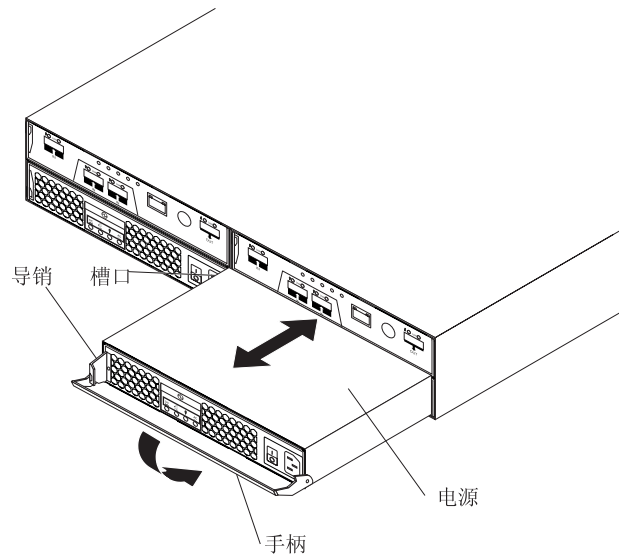

图 64. 更换电源设备
要更换电源设备，请完成以下步骤。第 90 页的图 64 显示了如何卸下和插入部件。
11. 从机架中缓缓拉出手柄，将电源设备从机架中卸下，如图 64 所示。